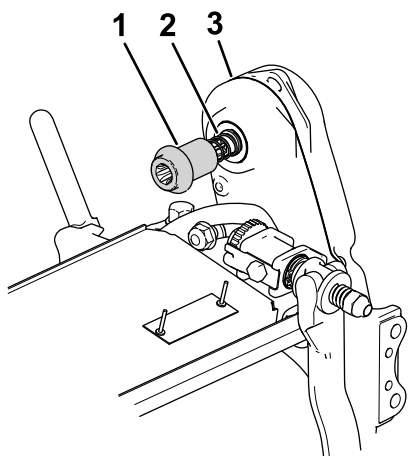

Рисунок 7
4. Установите муфту и пружину на узел привода барабана в сборе режущего блока (Рисунок 7).
5. Убедитесь в том, что муфта (Рисунок 7) может свободно перемещаться вперед и назад по валу привода трансмиссии.